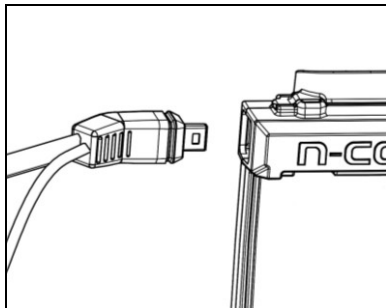

Fig. 5
- Connectez le câblage gauche à son homologue tel qu'indiqué sur la figure (Fig. 5).